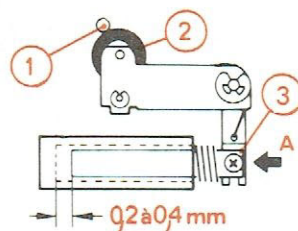

Fig. 13
E. RÉGLAGE DES ÉLECTRO-AIMANTS (Fig. 13 et 14)
- 3° - Appuyer doucement sur le noyau plongeur (3), dans le sens de la flèche A, jusqu'à ce que le galet presseur (2) entre en contact avec le cabestan (1). Pour parvenir à la fin de course du noyau plongeur il doit subsister un jeu compris entre : **0,2 et 0,4 mm** comme indiqué sur la figure 13.